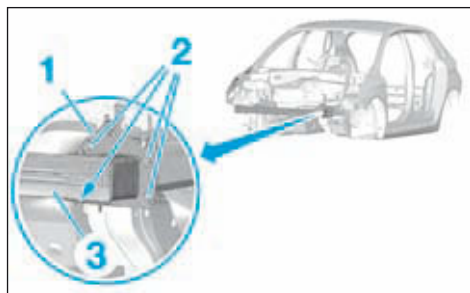

FIG.37
- Poser et ajuster les éléments suivants (Fig.37) :
- la latine de brancard avant (1),
- la traverse du bouclier (3),
- les vis (2).